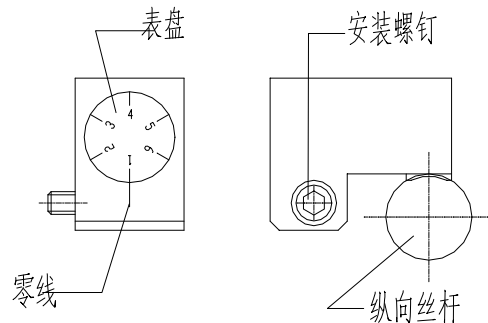
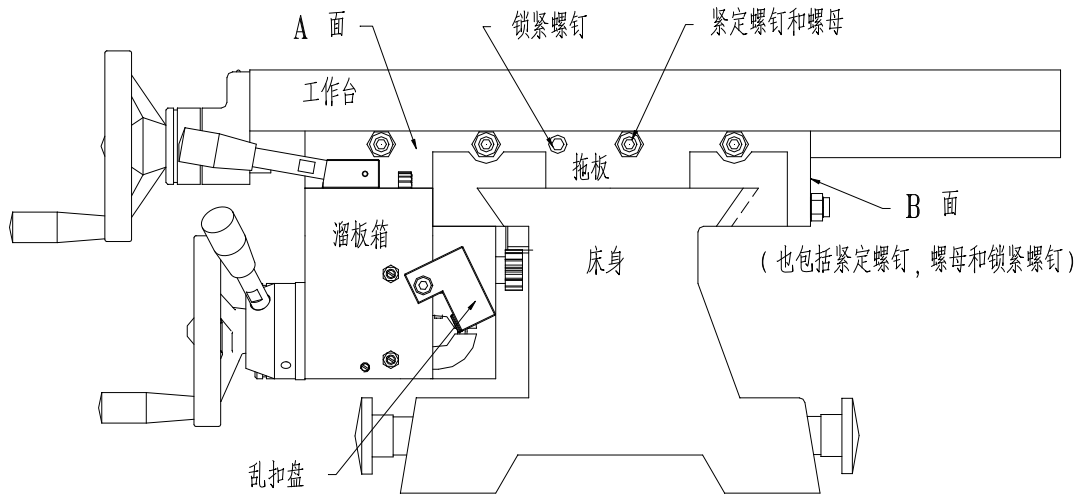

图 9 乱扣表
图 10 调整工作台
不车螺纹时，乱扣表应调整到与丝杆脱开的位置（参考图9和图10）。调整乱扣表的位置只须松开其与溜板箱连接的螺钉-转动乱扣表-紧固该螺钉即可。
参考图 10，拖板侧面 A 和侧面 B 上有用来调整塞铁间隙的紧定螺钉和螺母。调整的方法大致是：拧紧紧定螺钉，再反向旋转 1/5 圈（旋松），再用螺母将螺钉并紧，最后检查工作台间隙，如此反复，直到间隙较小，拖板工作台也能用手轻松移动时为止。
2、参考图 10，拖板的侧面 A 和侧面 B 中部各有一个锁紧螺钉。它们作用是：侧面 A 的锁紧螺钉可以锁定工作台的横向位移，侧面 B 的锁紧螺钉可以锁定工作台的纵向位移。一定的加工条件下，合理使用这两个锁紧螺钉，可以大大提高加工精度。